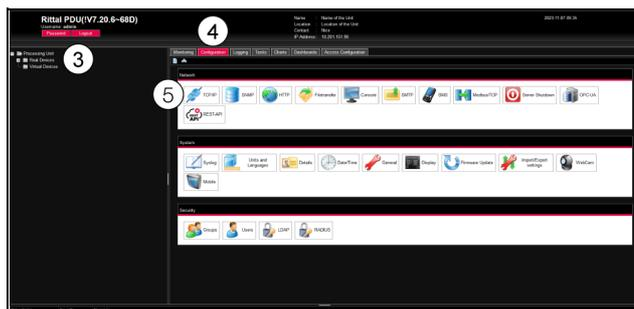

Abb. 37: Anpassen der TCP/IP-Einstellungen
- Klicken Sie im linken Teilbereich des Übersichts-fensters (Navigationsbereich) auf den Eintrag **Processing Unit** (Abb. 37, Pos. 3) und im rechten Teilbereich (Konfigurationsbereich) die Registerkarte **Configuration** (Abb. 37, Pos. 4).
- Klicken Sie im Gruppenrahmen **Network** auf die Schaltfläche **TCP/IP** (Abb. 37, Pos. 5).